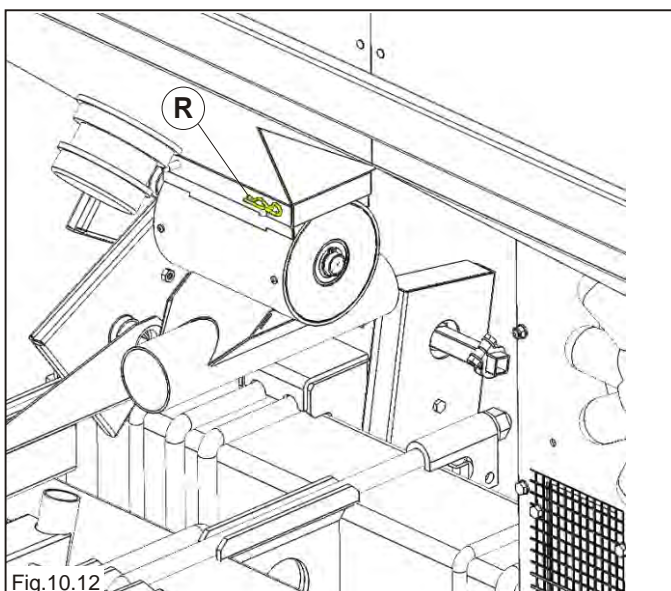

Fig.10.12
- Den Stecker **R** entfernen (Abb.10.12);